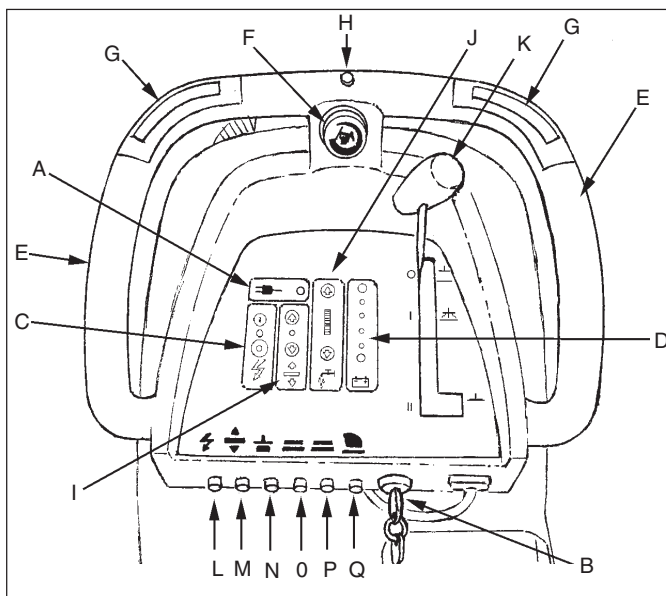

Figure 3
### Indicateur d'alimentation électrique (Voir Figure 3, Article « A »)
### Interrupteur à clé (Voir Figure 3, Article « B »)
### Boutons ON/OFF (Voir Figure 3, Article « C »)
### Niveau de la batterie (Voir Figure 3, Article (D))
### Poignées de commande (figure 3, E)
### Sélecteur de la vitesse de traction (figure 3, F)
### Interrupteur Avant/Arrière (Voir Figure 3, Article « G »)
### Interrupteur de marche arrière (figure 3, H)
### Boutons du moteur de la brosse (Voir Figure 3, Article « I »)
### Boutons de contrôle de la solution (Voir Figure 3, Article « J »)
### Interrupteur du moteur de l'aspirateur (Voir Figure 3, Article « K »)
### **Coupe-circuits (Figure 3, Articles « L », « M », « N », « O », « P » & « Q »)**